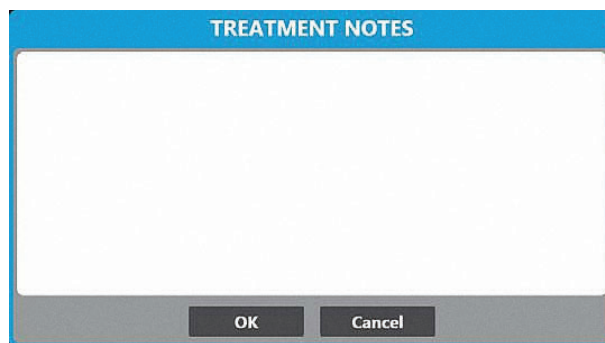

Figura 13. Finestra Treatment Notes (Note sul trattamento)
- Premere il pulsante **Treatment Notes** (Note sul trattamento) nella schermata Therapy (Terapia) per aggiungere osservazioni e altre informazioni pertinenti al file di trattamento (Figura 13).